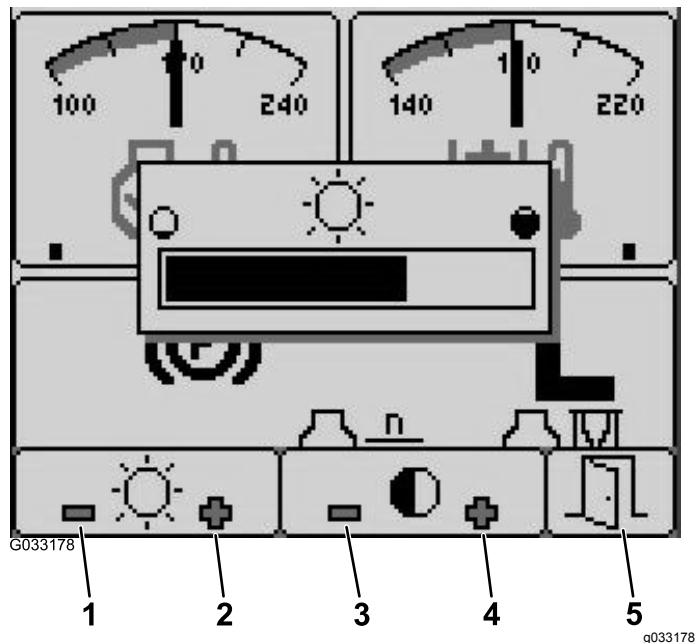

Figura 27
1. A partir do ecrã inicial, prima o botão 5 para aceder à barra do menu da luminosidade/contraste (Figura 27).
2. Prima o botão 1 para diminuir a luminosidade, o botão 2 para aumentar a luminosidade, o botão 3 para diminuir o contraste e o botão 4 para aumentar o contraste (Figura 27).
3. Quando tiver definido a luminosidade/contraste, prima o botão 5 para sair (Figura 27).